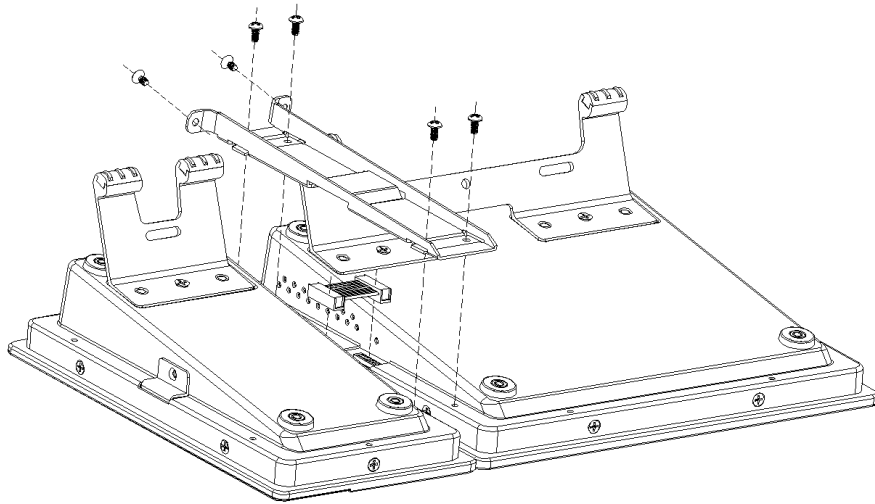

图7 X-NPM 与扩展按键模块安装示意图
3. 按照图 7 将连接支架放置在设备之间，并用螺丝固定好，请使用标配螺丝。